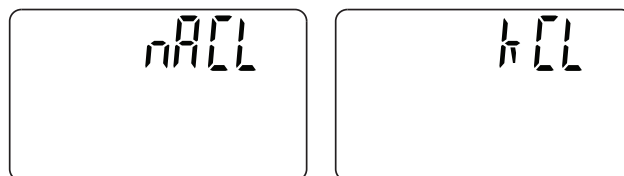

FIG. 23
2. Après avoir réglé l'heure de début de la recharge, appuyez sur le bouton SELECT (sélectionner) Lorsque l'heure de début de la recharge souhaitée est affichée, appuyez sur le bouton SELECT et l'affichage changera pour afficher l'un des écrans de type sel dans Fig. 23.